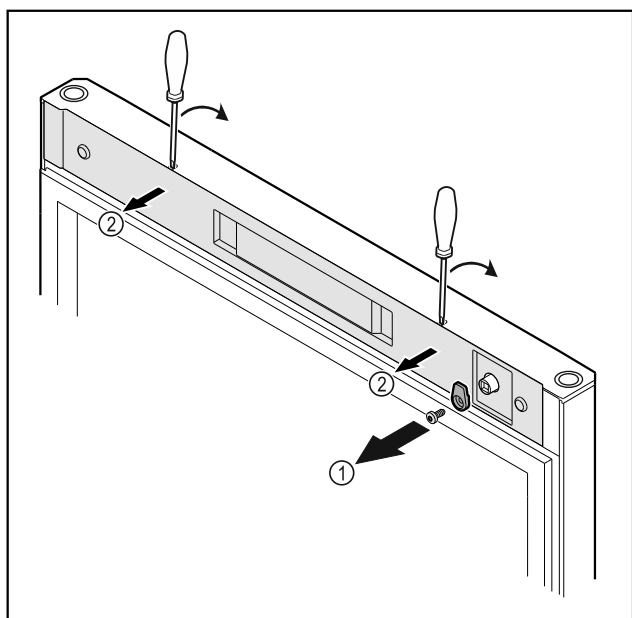

Fig. 53
- ▶ Odvijte zapiralni zatič Fig. 53 (1).
- ▶ Z majhnim izvijačem sprostite pokrov Fig. 53 (2) in ga odstranite.